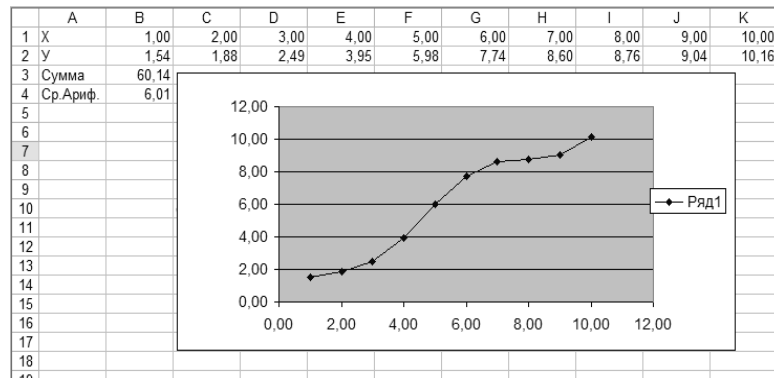

Рисунок 1.10 - Зображення прикладу завдання 1.
12) Потягнувши лівою кнопкою миші за білу область діаграми, розмістити її в зручне місце. Готове завдання показане на рис. 1.10.